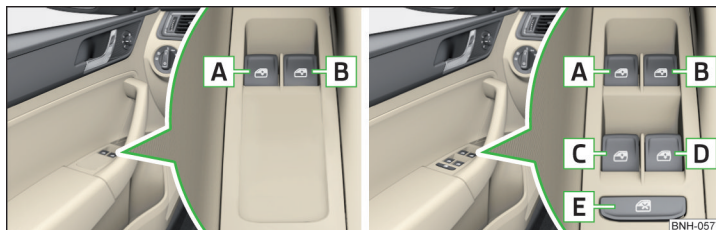

Abb. 42 Tasten der Fensterheber: Variante 1 / Variante 2
» Abb. 42.
Tasten der Fensterheber » Abb. 42
► Die Taste **E** » Abb. 42 drücken.
Das Beifahrerfenster mit dem elektrischen Fensterheber » **Abb. 42 auf Seite 57 verfügt über keine Kraftbegrenzung.** Das Fenster ist vorsichtig zu schließen - es besteht Verletzungsgefahr!